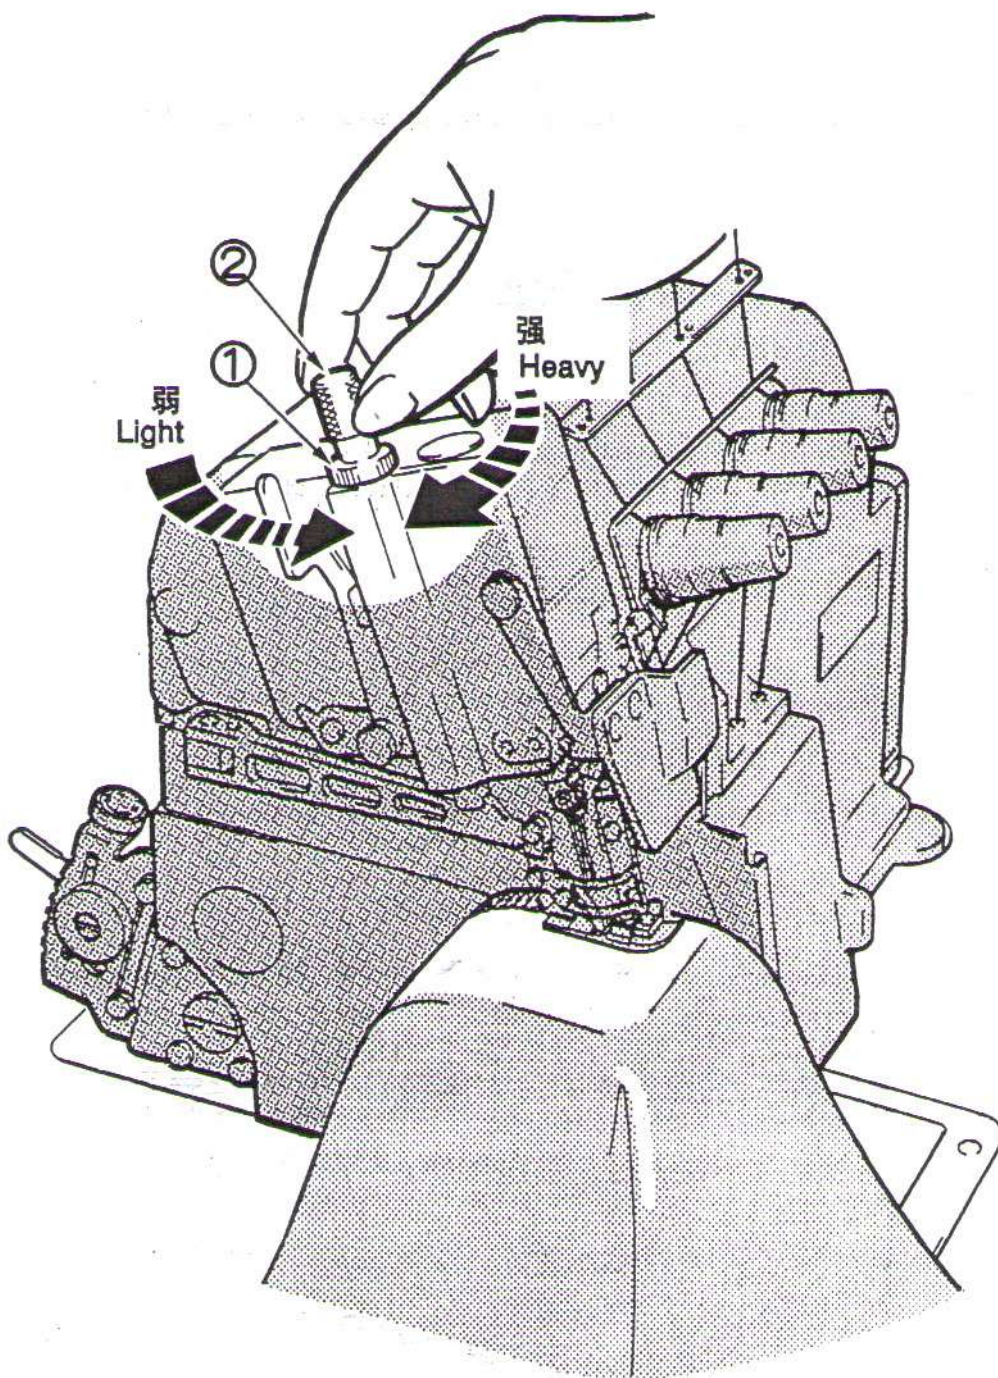

Рис.6
Ослабьте регулировочную гайку (1) и поверните регулировочную гайку (2) для регулировки давления прижима лапки. Усилие должно быть небольшим насколько возможно, но достаточным для того, чтобы получить надлежащий стежок (см. рис.6).